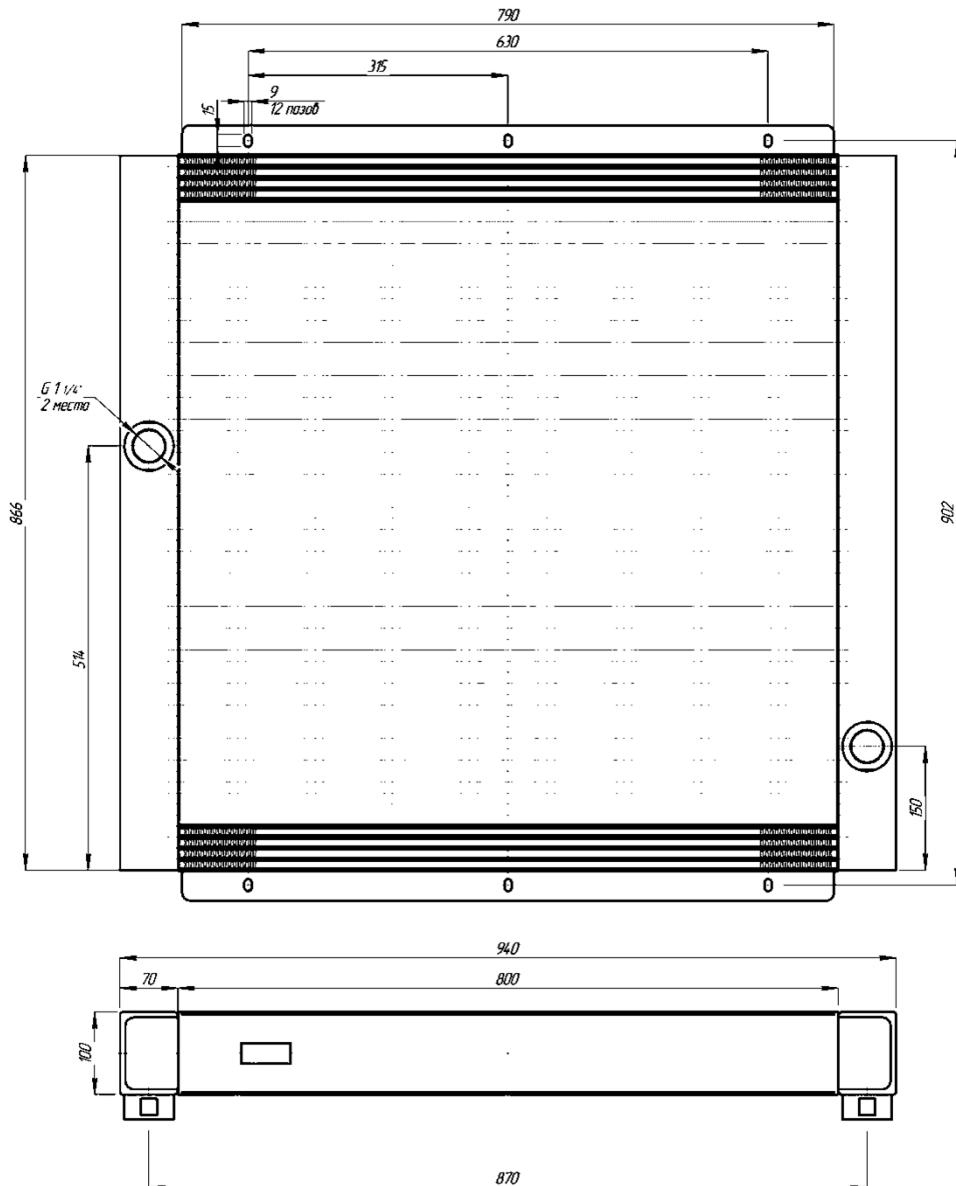

Рисунок 7. Охладитель.
4.1.4 Охладитель (рис. 7) – односекционный, пластинчатого типа, изготовлен из алюминиевого сплава, служит для охлаждения масла.